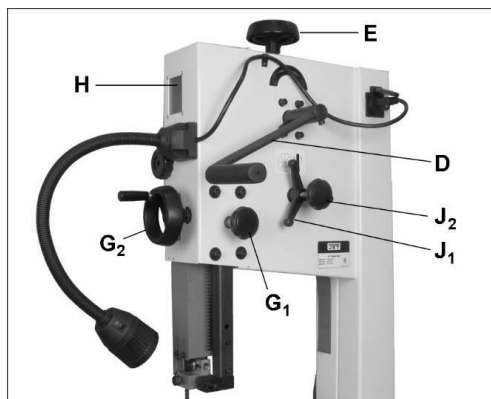
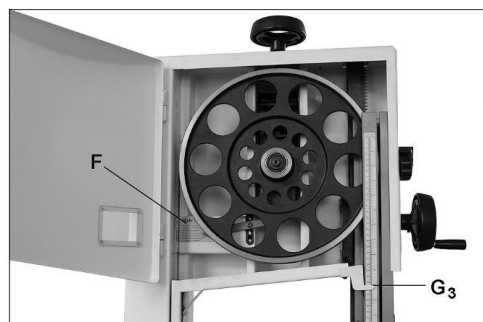

Рис. 6
Рис. 7
4. Поднимите рычаг быстрого натяжения (см. D, Рис. 6), чтобы освободить позиционирование. При необходимости поверните маховик натяжения (Е, Рис. 6) против часовой стрелки для дополнительного ослабления.
См. Рис. 6 и Рис. 7.
1. Опустите вниз рычаг натяжения (D, Рис. 6) в положение «натянута».
2. Установите необходимое натяжение полотна, вращая маховик (E, Рис. 6) по часовой стрелке, чтобы увеличить натяжение, и против часовой стрелки, чтобы ослабить.
3. Индикатор (F, Рис. 7) показывает примерное натяжение в зависимости от ширины полотна в дюймах. Изначально установите натяжение полотна в зависимости от ширины полотна. Когда вы ознакомитесь с ленточнопильным станком, возможно, вам потребуется изменить натяжение полотна и отступить от начальной настройки.
4. Ослабьте ручку фиксации направляющей стойки (G₁, Рис. 6), чтобы опустить направляющую стойку и увидеть ленточное полотно через окошко (H).
7. Если полотно смещается к левому или правому краю шкива, ослабьте фиксатор (J₁, Рис. 6) против часовой стрелки, и поверните ручку хода (J₂) правой рукой, в то время как продолжаете вращать шкив левой рукой.
3. Опустите рычаг натяжения полотна (см. D, Рис. 6) в положение «натянuto».